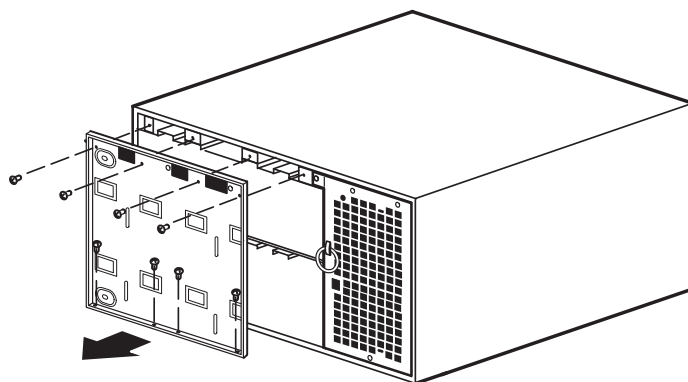

Рисунок 26. Снятие крышки аккумуляторов ИБП
2. Извлеките восемь винтов из крышки аккумуляторов и сохраните их. Снимите пластину и сохраните ее. См. рисунок 26.